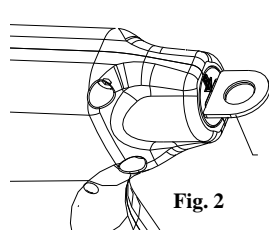

Fig. 2
4. Instalar el cartucho por la parte posterior del aplicador (Fig. 2), asegurándose de sostener el cartucho por la parte proximal, con el fin de evitar cualquier desplazamiento de los clips.